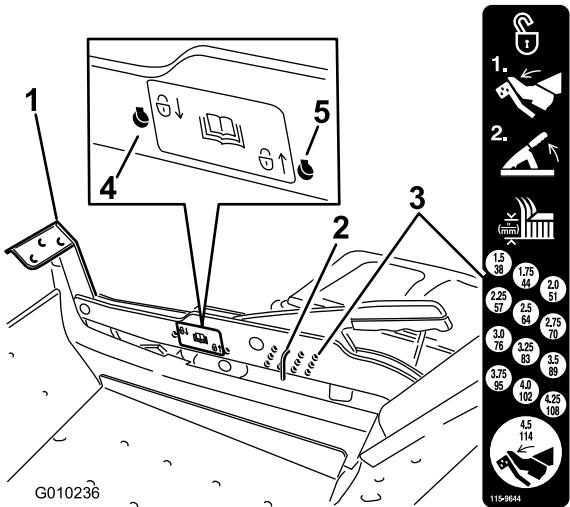

Figura 28
1. Pise el pedal de elevación de la carcasa y eleve la carcasa a la posición de transporte (que es también la posición de altura de corte de 114 mm (4.5 pulgadas) (Figura 28).
2. Para ajustar la altura de corte, retire el pasador del soporte de altura de corte (Figura 28).
3. Seleccione el taladro del sistema de altura de corte que corresponde a la altura de corte deseada, e inserte el pasador (Figura 28).
1. Pise el pedal de elevación de la carcasa y eleve la carcasa a la posición de transporte (que es también la posición de altura de corte de 114 mm (4.5 pulg.) (Figura 28).
2. Retire el pasador del soporte de altura de corte (Figura 28).
3. Seleccione el taladro inferior en la pegatina de bloqueo e inserte el pasador (Figura 28).
4. Seleccione el taladro superior en la pegatina de bloqueo e inserte el pasador (Figura 28).